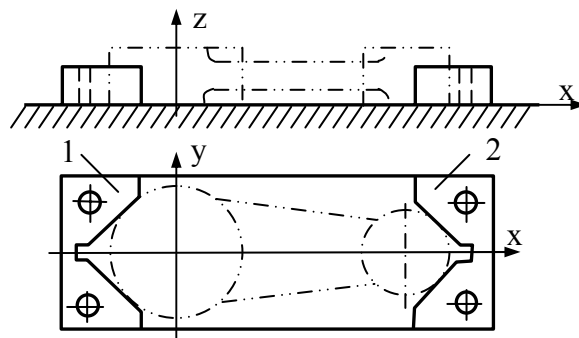

图 13-2
(2) 连杆工件在夹具中的平面及 V 形块上定位，如图 13-2。